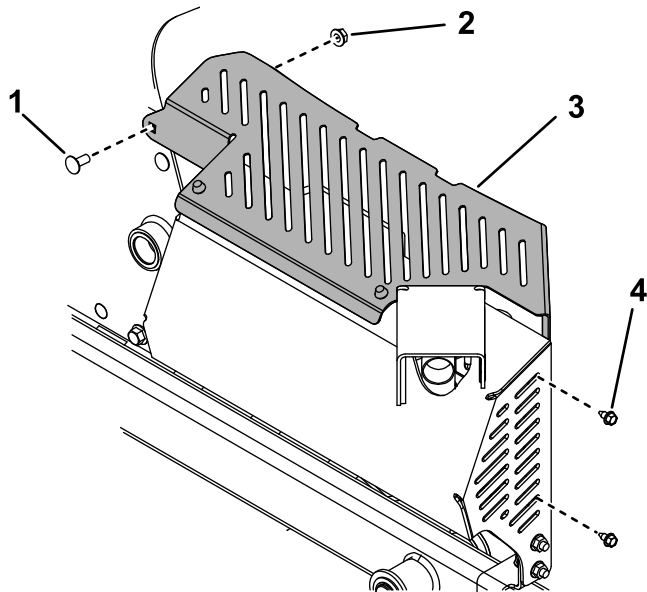

Figure 27
11. Déposez l'écran pare-chaieur (Figure 27).